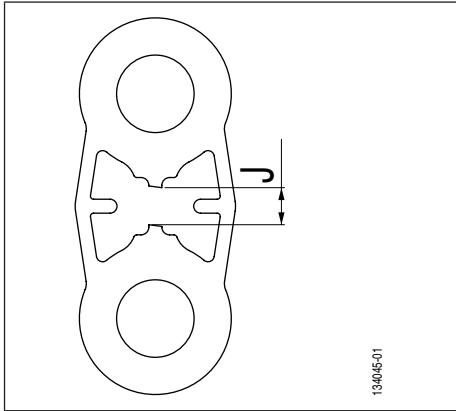
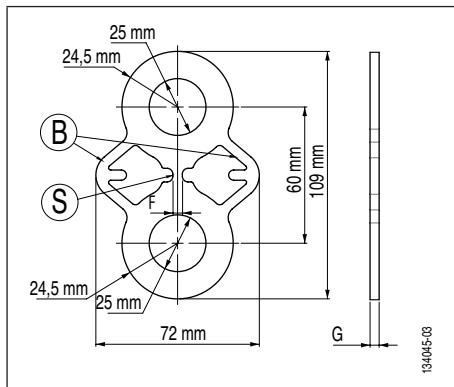

Fig. 1
Fig. 3
La charge de test est atteinte par la rupture de la section centrale de la plaquette (Fig. 3, page 11, repère S). Une paire de bras de retenue (Fig. 3, page 11, repère B) permet de garantir le maintien de la ligne de mise en charge après rupture de la section indicatrice 'S'.
Les différentes références de plaquettes de test TA sont réalisées en acier inoxydable de même nuance en vue de garantir la rupture de la section (Fig. 3, page 11, repère S) avec une précision de +/- 10% par rapport à la charge de rupture CR indiquée sur la plaquette (chapitre 11. Marquages). Les bras de retenue (Fig. 3, page 11, repère B) sont dimensionnés en vue de garantir une résistance mécanique d'au minimum la charge de rupture CR indiquée sur la plaquette.
- À la charge de rupture CR indiquée sur la plaquette (chapitre 11. Marquages) rupture de la section S (Fig. 3, page 11, repère S).
- Allongement de la plaquette et apparition d'un jeu 'J' entre les deux demi-parties haute et basse de la plaquette de test TA (Fig. 1, jeu J).
DANGER: Si l'opérateur remet en charge la plaque après rupture de la section 'S', il y a risque de rupture des bras de retenue (Fig. 3, page 11, repère B) et chute de l'appareil de mise en charge. Le jeu 'J' maximum (Fig. 1, jeu J) ne doit pas dépasser 15 mm.